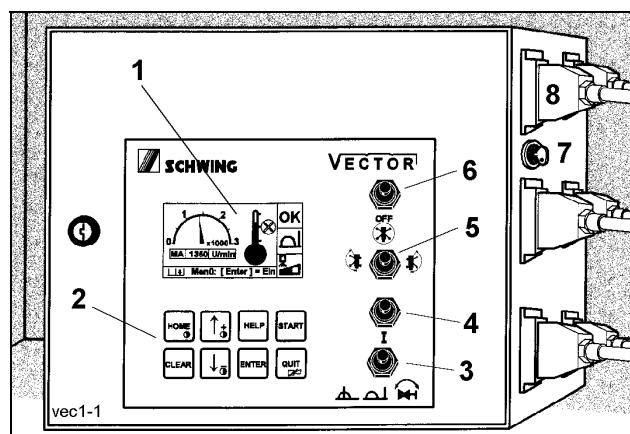

Fig. 1
- El enchufe 8 (Fig. 1) del cable del receptor **siempre** debe estar enchufado en la caja de enchufe del armario de distribución.
En el display 1 (Fig. 1) puede verse una indicación correspondiente. Véase el cap. 1.8.